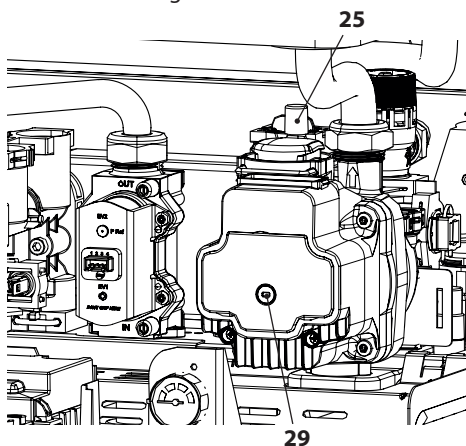

Figura 6.3
- Allentare il tappo della valvola di sfiato automatica 25 in Figura 6.3.
- Togliere il tappo 29 in Figura 6.3 e sbloccare la pompa ruotando il rotore con un cacciavite.